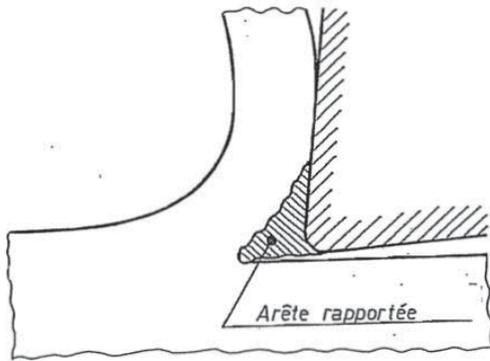
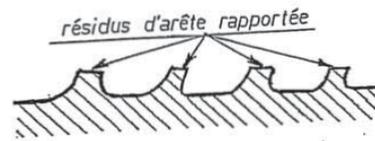

FIG. 6
FIG. 7
- Le *copeau cisailé* qui, bien que continu, n'est pas uniforme. Ce régime est caractérisé par la formation d'une *arête rapportée* (en anglais, **Built Up Edge, B.U.E.**). Il s'agit de métal qui se colle sur la pointe de l'outil (*fig. 6*). L'arête rapportée modifie considérablement la géométrie effective de l'outil et, par conséquent, les efforts de coupe et l'écoulement du copeau. Mais son effet le plus pernicieux est le suivant : en fait, elle croît de plus en plus, jusqu'à devenir instable. Alors elle se détache, en partie sur la surface neuve de la pièce où elle forme de petits tas, ce qui conduit à de *très mauvais états de surface* (*fig. 7*). Le régime d'arête rapportée doit donc autant que possible être évité.